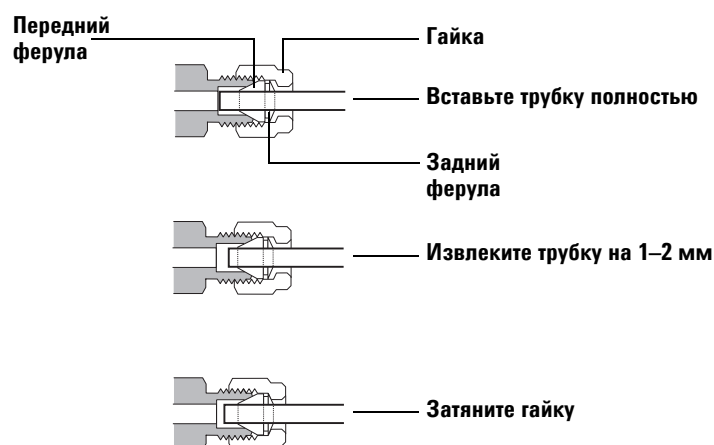

Рис. 10 Вставка трубки
- 5 Полностью вставьте трубку в заглушку, затем извлеките ее приблизительно на 1–2 мм (Рис. 10).